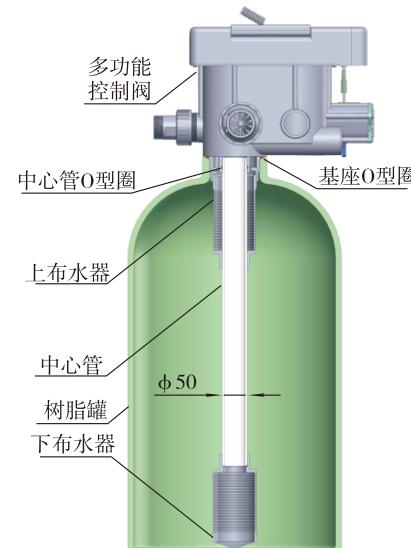

图1-1
① 安装控制阀
- 按图1-1所示，选取外径为50mm的中心管，把中心管与下布水器用胶封固。放入罐体底部，将超过罐口部分的中心管截断并外部倒圆。